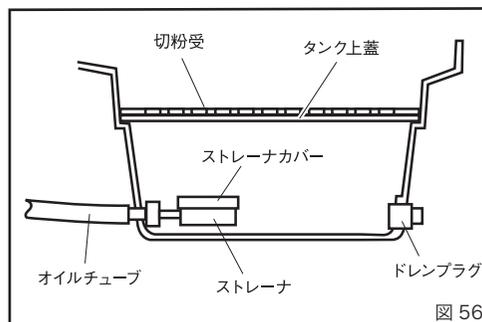

図 56
3. オイルタンクの清掃 (図 56)
細かい切粉がタンク内にたまりますので、月に1回程度タンク内をきれいに掃除してください。(図 56)